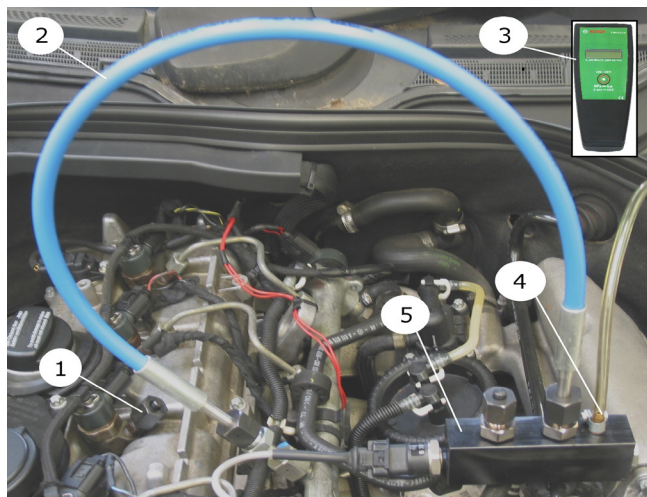

Fig. 15: Esempio di collegamento prova comparativa con il sensore di pressione rail (il motore funziona con n-1 cilindri)
! Per motivi di sicurezza nel rilevatore di pressione (fig. 15, pos. 5) è montata una valvola di limitazione
della pressione, che limita la pressione a 180 MPa. Collegare assolutamente entrambi i tubi flessibili sul raccordo (fig. 15, pos. 4) del rilevatore di pressione e condurli in un serbatoio di raccolta adatto per carburante diesel.
3. Chiudere il raccordo ad alta pressione dell'iniettore (fig. 15, pos. 1) con un tappo di protezione (vedere l'elenco dei pezzi di ricambio Bosch ESI[tronic].
4. Collegare il tubo flessibile da 180 MPa (fig. 15, pos. 2) con il corrispondente adattatore di collegamento, angolo, dado e anello di pressione (filettatura sinistrorsa) al rail.
7. Collegare il cavo di collegamento al manometro (fig. 15, pos. 3) e al sensore di pressione rail del rilevatore di pressione.